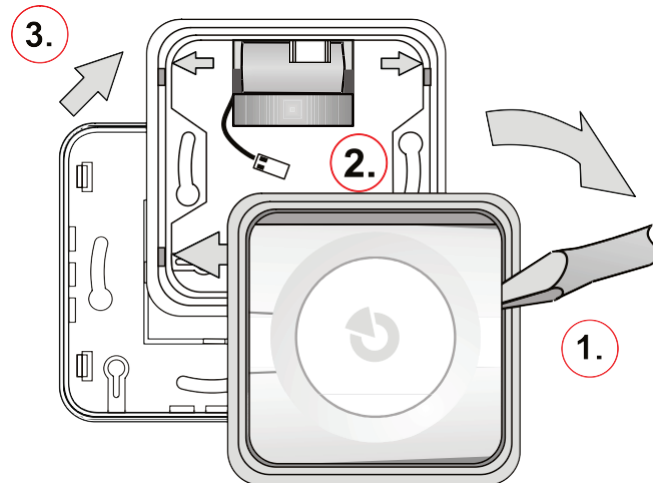

Bild 1: Demontage der Sirene vor der Installation
1. Entfernen Sie das Gehäuse (die Knöpfe) der Sirene vom Kunststoffrahmen, indem Sie mit einem Schraubendreher auf eine Seite des Gehäuses (1.) drücken, wie in Abbildung 1 gezeigt.
4. Befestigen Sie den Kunststoffsockel mit Schrauben an der gewünschten Stelle. Falls die Sirene eine Batterie benötigt, platzieren Sie diese unter der Oberseite des Kunststoffsockels, wie in Abbildung 1 gezeigt.